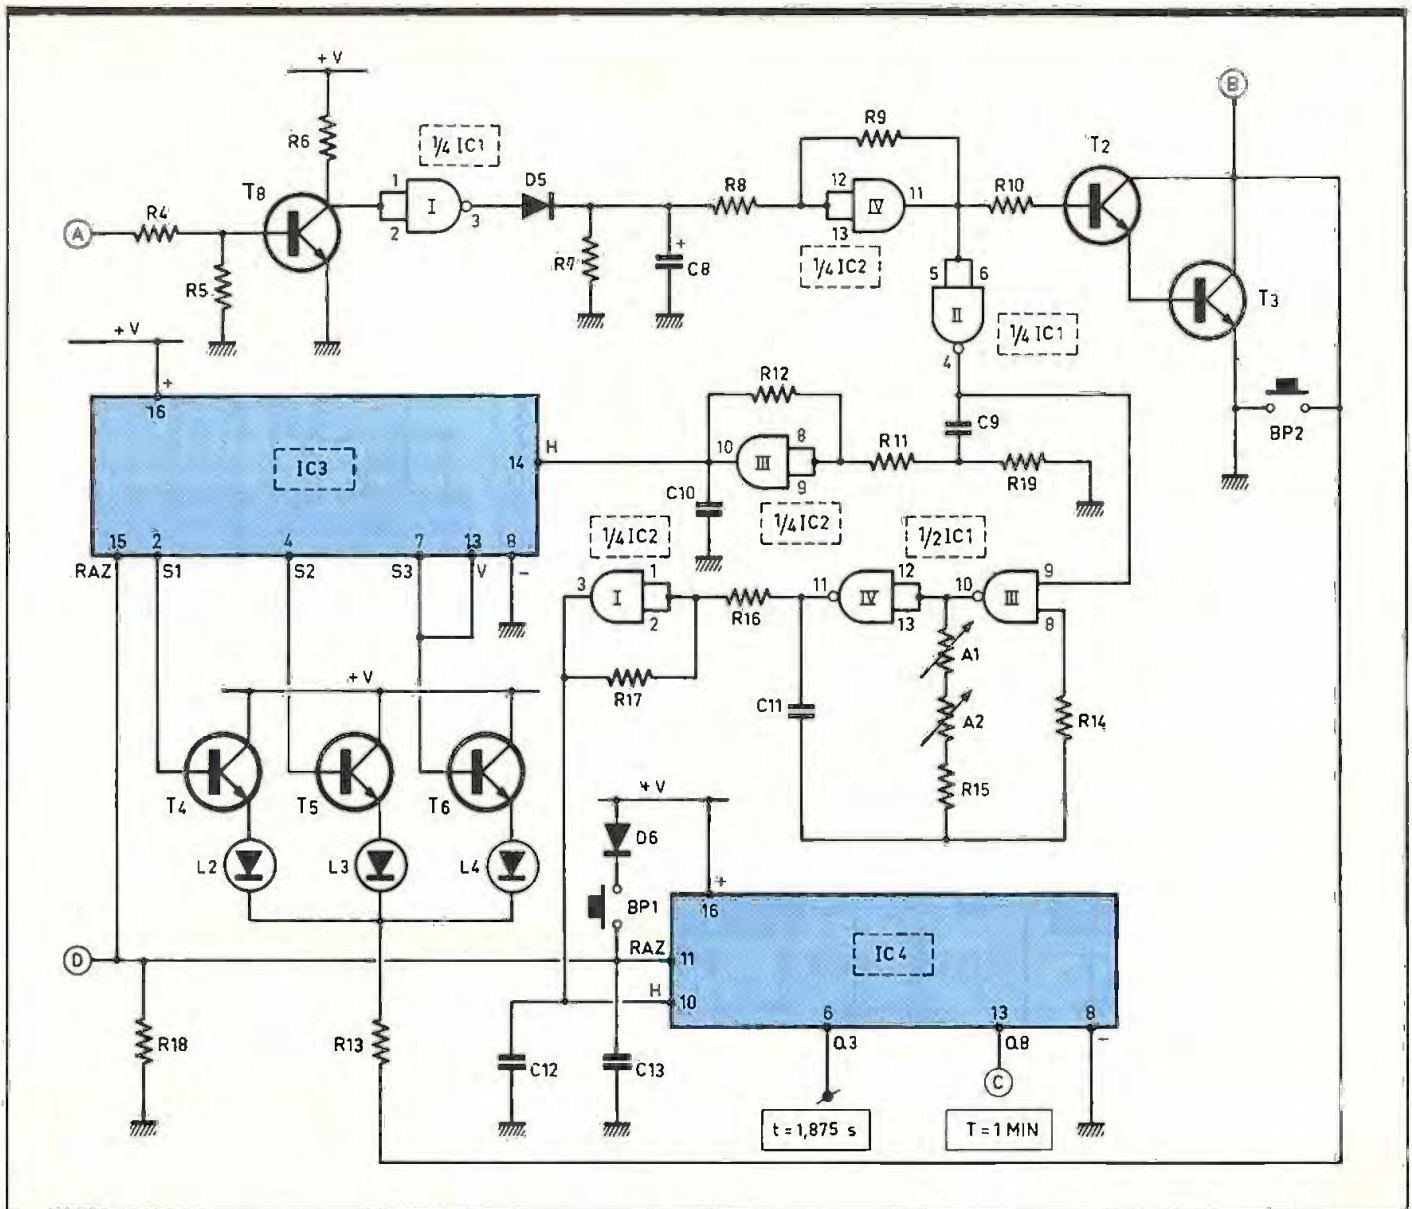

Fig. 5 Détection et dénombrement des coupures.
c) Dénombrement des coupures (fig. 5 et 7a)
d) Base de temps (fig. 5 et 7b)